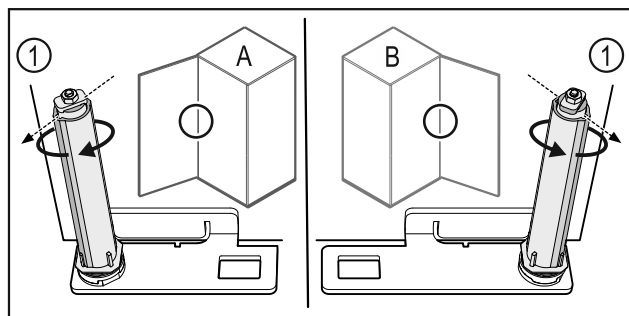

Fig. 56 Kreisais atbalsts (A) / labais atbalsts (B)
- Grieziet slēgšanas sistēmu pret pretestību, līdz slēgšanas sistēmas balstiņš Fig. 56 (1) ir vērsts uz augšu.